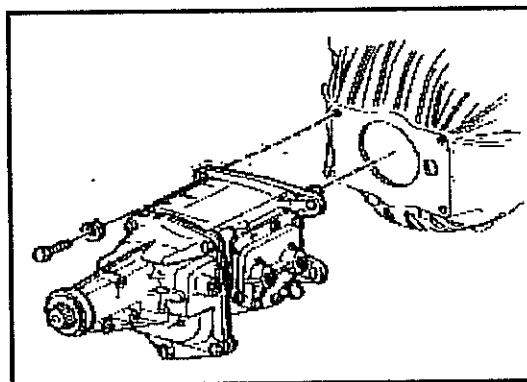

Abb. 11-4 Getriebeaufhängung
- Das Getriebe nach hinten ziehen. Siehe Abb. 11-4. Hierbei das Getriebe im Uhrzeigersinn drehen, bis die Kupplungsglocke vom Getriebe getrennt ist.